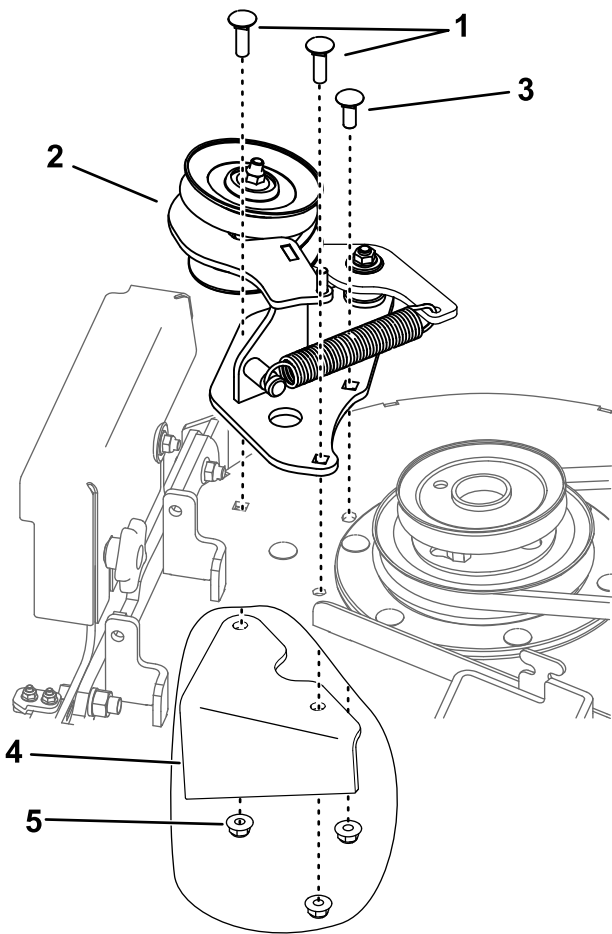

Bild 5
3. Befestigen Sie die Spannscheibe mit den drei vorher entfernten Muttern, einer Schlossschraube (3/8" x 1 1/4") und zwei Schlossschrauben (3/8" x 1") am Mähwerk (Bild 5).
- Befestigen Sie die Spannscheibe mit den drei vorher entfernten Muttern, einer Schlossschraube (3/8" x 1/4") und zwei Schlossschrauben (3/8" x 1") am Mähwerk (Bild 5).